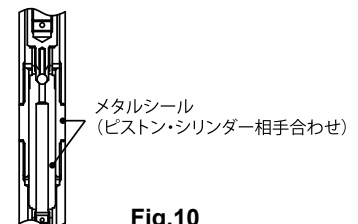

Fig.10
- 10) 各部品を洗浄・点検し、キズ、摩耗などがあれば新品と交換してください。特に、ピストン、プランジャーロッドはメタルシール機構ですので、キズ、遍摩耗などがありますとシール性が悪くリークし圧力が上がらず、吐出量が減少しますので交換する必要があります。この場合ピストンとシリンダーは相手合わせの一对となっていますのでセットで交換してください。(Fig.10)